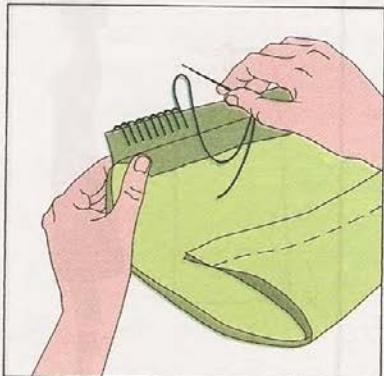

Рис. 59. Обработка срезов припусков петельными стежками
4. Обработать срезы припусков вручную петельными стежками (рис. 59) или на швейной машине.